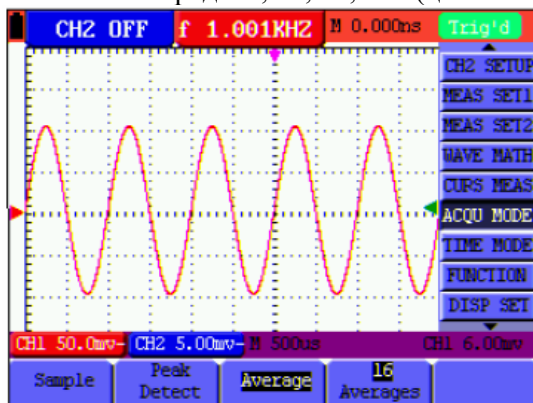

Рис. 14: Выбор числа усреднений
2. С помощью кнопок \uparrow \downarrow выбрать строку – **ACQU (Сбор Инф)**. При этом в строке настроек будут доступны 4 варианта для выбора (см. рис.14).